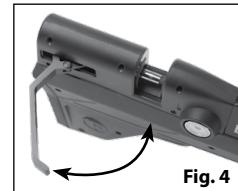

Fig. 4
2. Tag fat i spændearmen i siden og trække bagud, som vist på Fig. 4, indtil der høres et klik, og armen ikke kan trækkes længere. Boltspidsen skal rydde magasinet helt, og armen forbliver i åben position, når den slippes.